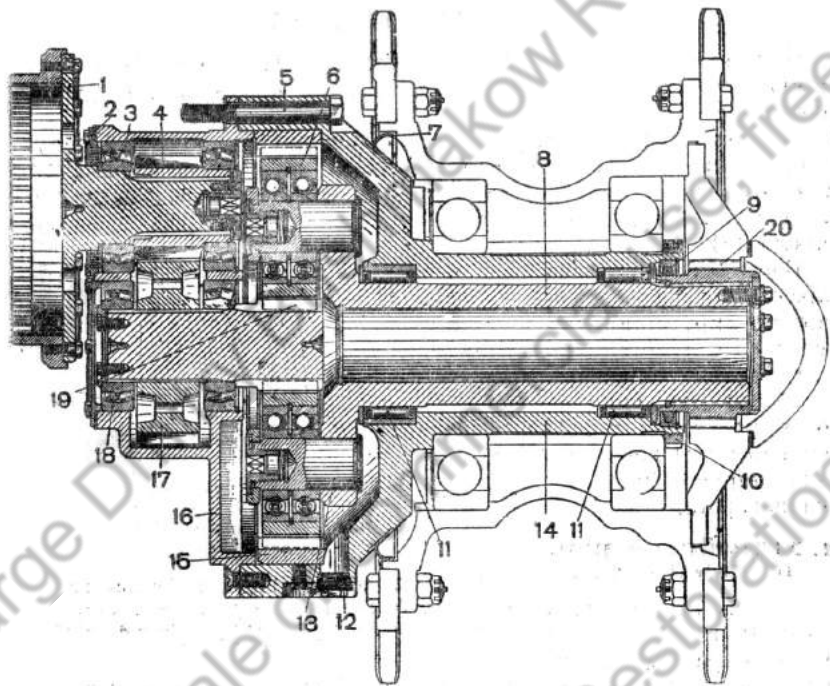

Рис. 187. Бортовая передача (разрез):
Бортовая передача (рис. 187) монтируется в картере и кронштейне, прикрепленных болтами к бортовому листу корпуса. Весь механизм бортовой передачи делится на две части — ведущие и ведомые.
Ведущая часть бортовой передачи состоит из несущего диска 1 (рис. 187) и ведущей шестерни 4.
Ведомая часть бортовой передачи состоит из следующих основных деталей: ведомой шестерни 17 (рис. 187), солнечной шестерни 19, четырёх сателлитов 6, неподвижной шестерни 15, водила 8 и шестерни 20.
От остановочного барабана планетарного механизма поворота вращение передаётся несущему диску и ведущей шестерне 4 (рис. 187).
1. Через пробку 12 (рис. 187) спустить масло из корпуса бортовой передачи. Отвернуть винты, соединяющие картер с кронштейном, и разъединить эти детали.